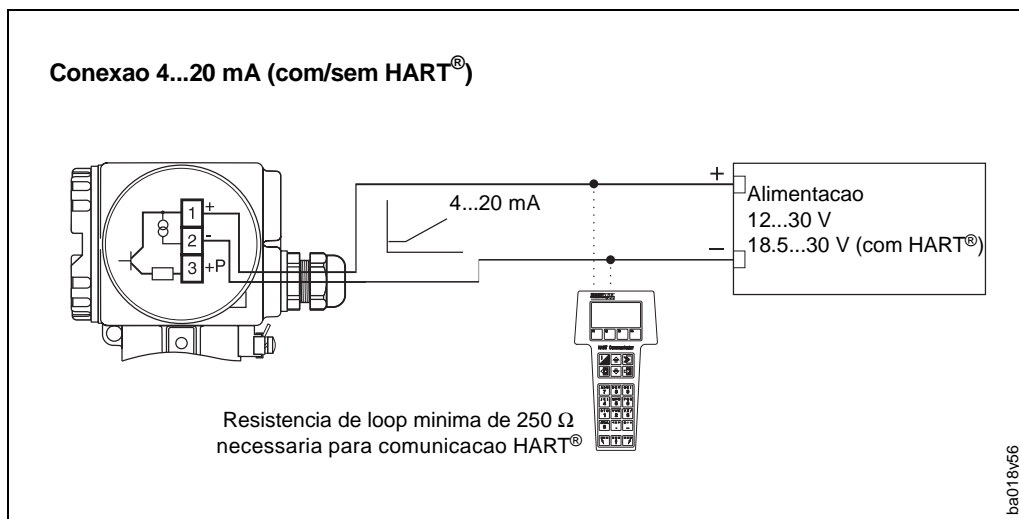

Fig. 17: Sidas múltiplas 4...20 mA e coletor aberto (com/sem HART)
3. A ligação deve ser feita conforme o diagrama de conexão elétrica (veja o diagrama na cobertura da tampa ou nas Fig. 17, 18, 19)